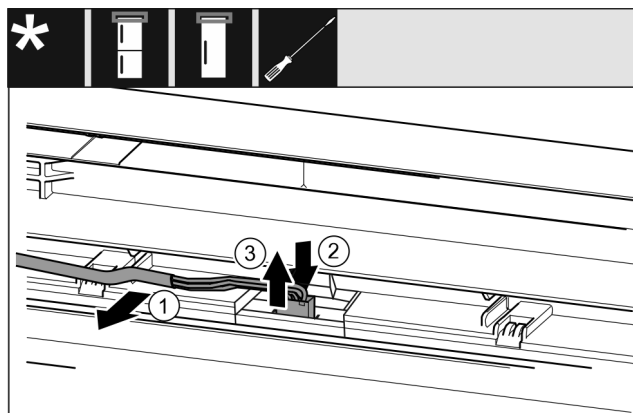

Fig. 23 Combinazioni frigorifero/congelatore / congelatori / refrigeratori*
- ▶ Allentare con cautela il cavo Fig. 23 (1) dalla guida nella porta.*
- ▶ Spingere all'indietro la linguetta Fig. 23 (2) dietro la presa.*
- ▶ Estrarre delicatamente la presa Fig. 23 (3) verso l'alto.*